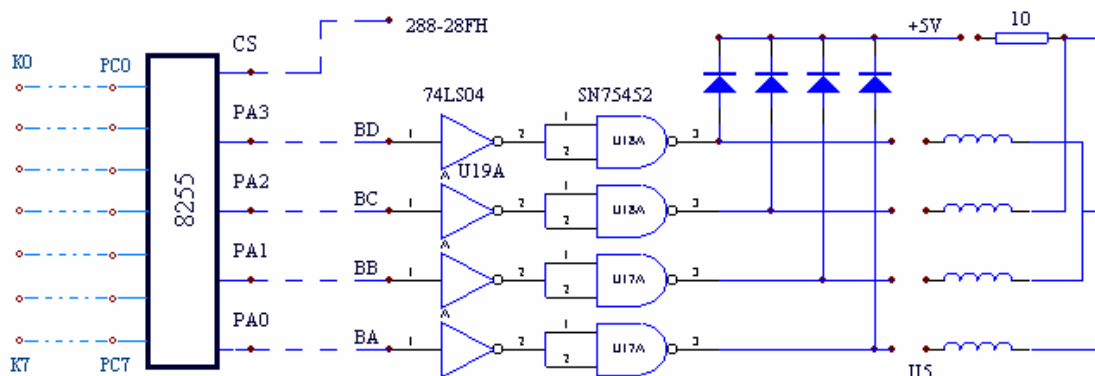

图18-1
- 1、按图18-1连接线路，利用8255输出脉冲序列，开关K0~K6控制步进电机转速，K7控制步进电机转向。8255 CS接288H~28FH。PA0~PA3接BA~BD；PC0~PC7接K0~K7。